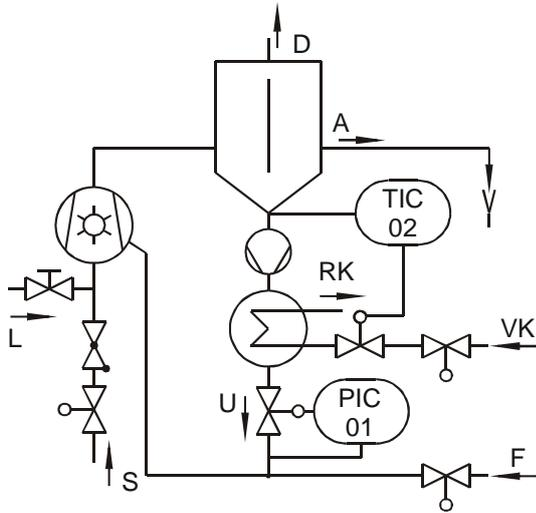

Abb. 12 Geschlossene Umlaufkühlung
- ▶ Druck in der Betriebsflüssigkeitsleitung 0,1 bar geringer als Verdichtungsdruck einstellen (→ Schema Abb. 12).